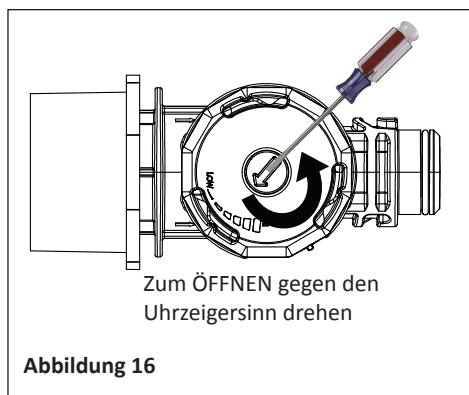

Abbildung 16
1. Drehen Sie das Ventil mithilfe eines flachen Schraubendrehers im Uhrzeigersinn (um den Durchfluss zu verringern) bzw. Im Gegenuhrzeigersinn (um den Durchfluss zu erhöhen). Siehe **Abbildung 16**.